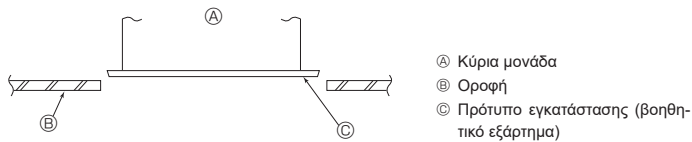

Fig. 4-7
4.6. Επιβεβαίωση της θέσης της κύριας μονάδας και σύσφιξη των μπουλονιών ανάρτησης (Fig. 4-7)